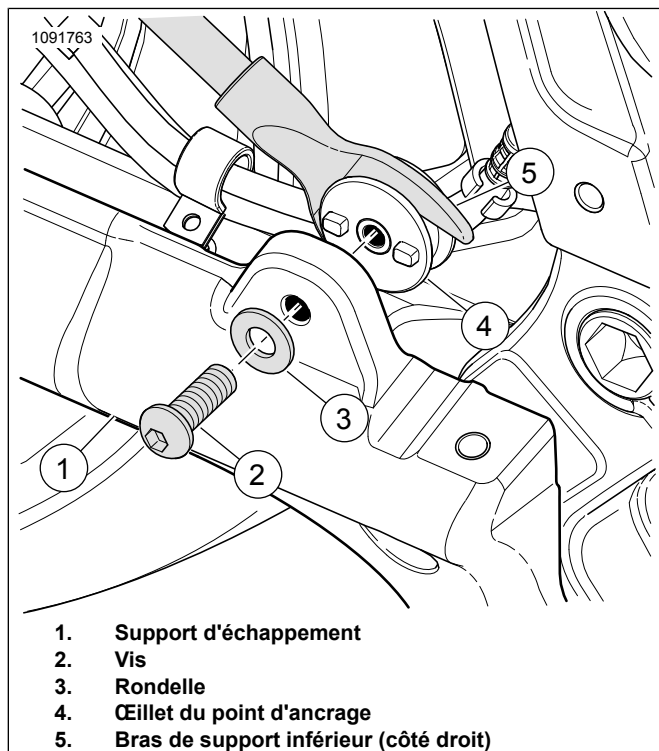

Figure 3. Point d'ancrage (côté droit)
1. Voir Figure 3 . Fixer l'œillet du point d'ancrage droit.
- a. Appairer les picots de l'œillet du point d'ancrage (4) avec les trous du support d'échappement (1).
- b. Introduire la vis (3) dans la rondelle (2).
- c. Enduire la vis (3) de frein filet.